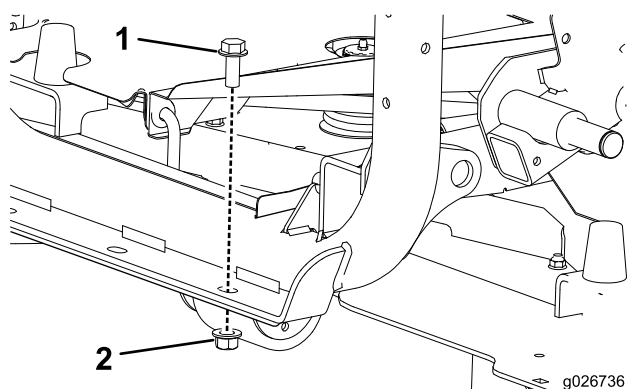

Figura 23
1. No lado direito da máquina, remova a porca e parafuso que prendem a estrutura traseira à estrutura frontal (Figura 23).